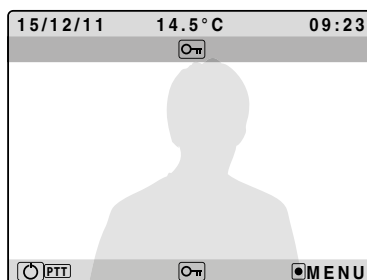

Fig. 1B
- Aprire la porta senza parlare al visitatore premendo il pulsante  **Fig.1B**;